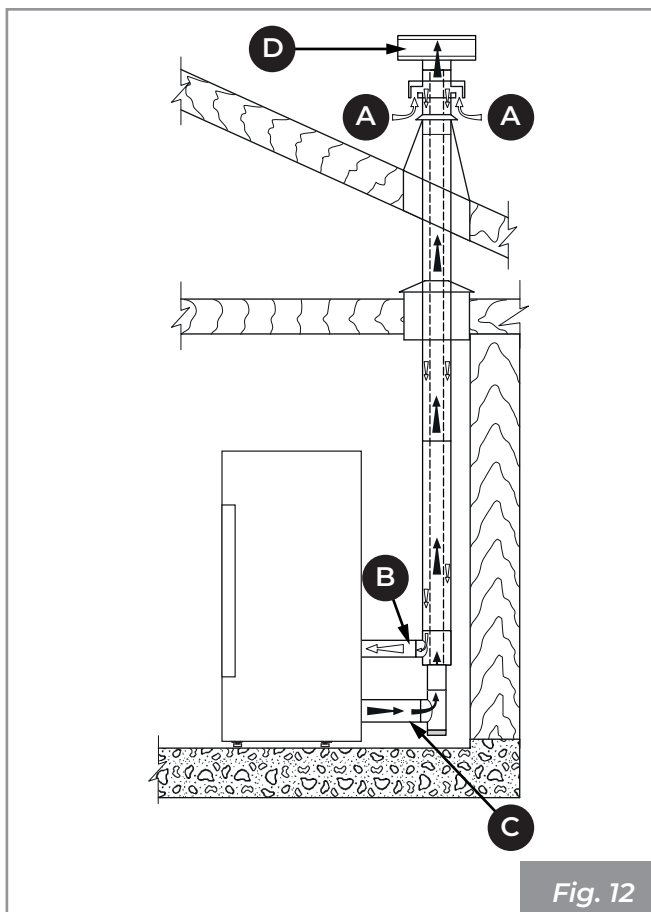
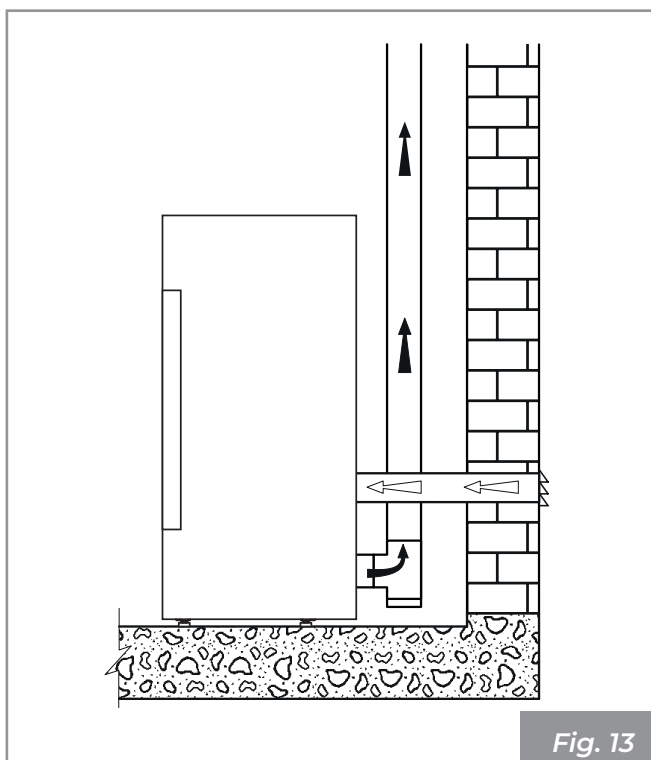

Fig. 12
Fig. 13
- il peut provenir directement de l'extérieur à travers un raccordement direct à la chambre de combustion (Fig. 12 - Fig. 13).
- canaliser l'air de combustion en utilisant un tube d'échappement coaxial pour l'expulsion des fumées et le prélèvement de l'air (Fig. 12 - A, B = Arrivée d'air, C, D = Évacuation des fumées) ; il n'est donc pas nécessaire de faire une prise d'arrivée d'air classique dans la pièce.
- relier l'entrée d'air de combustion de l'appareil à la prise d'air avec un conduit approprié (Fig. 13).